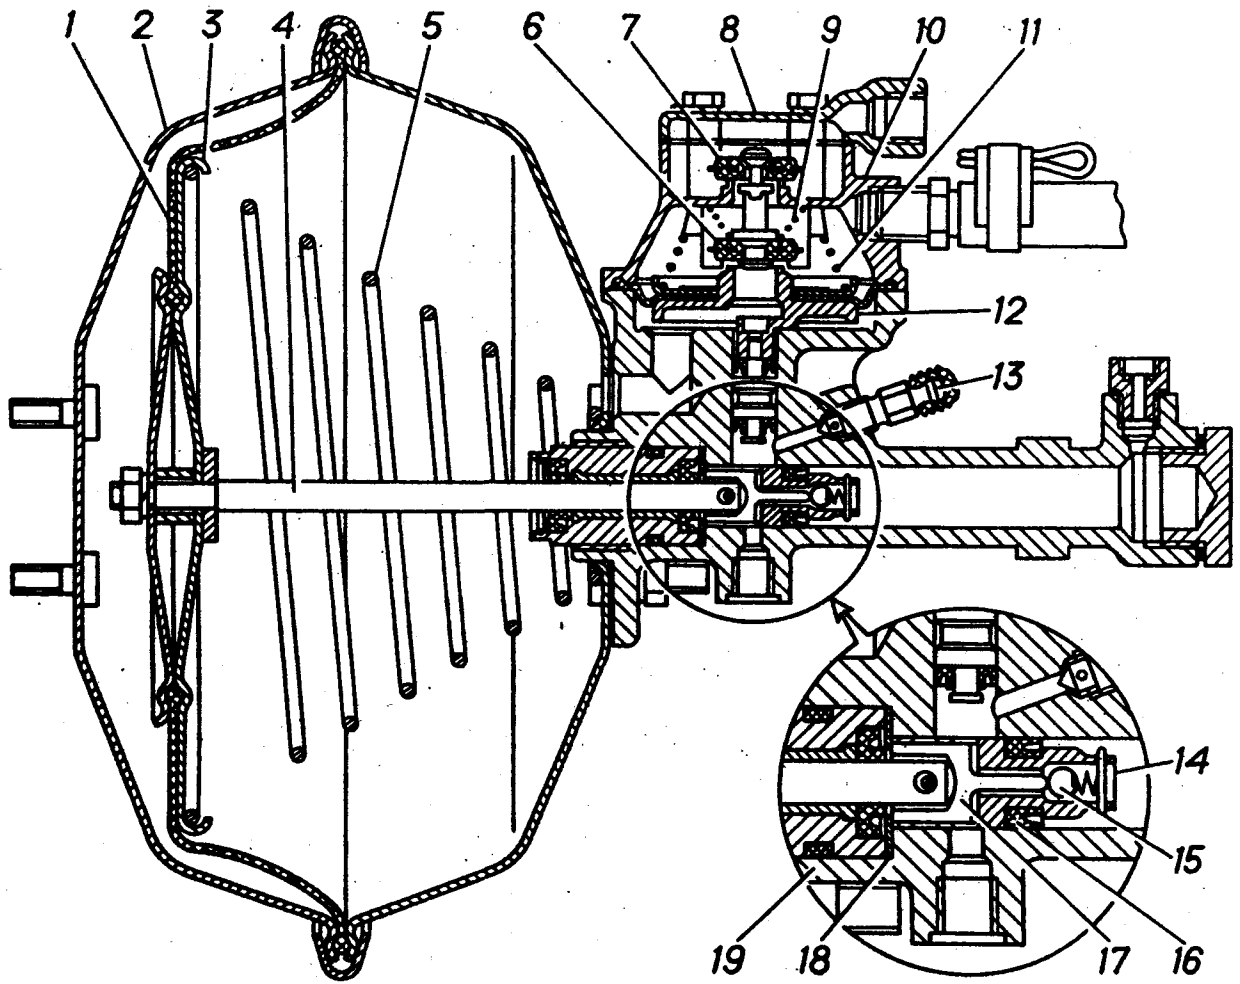

Рис. 83. Гидровакуумный усилитель:
**Гидروвакуумный усилитель диафрагменного типа.** На автомобиле устанавливается два усилителя, каждый из которых действует только в своем контуре. Устройство усилителя показано на рис. 83. Усилитель имеет поршень силового цилиндра диаметром 18 мм.